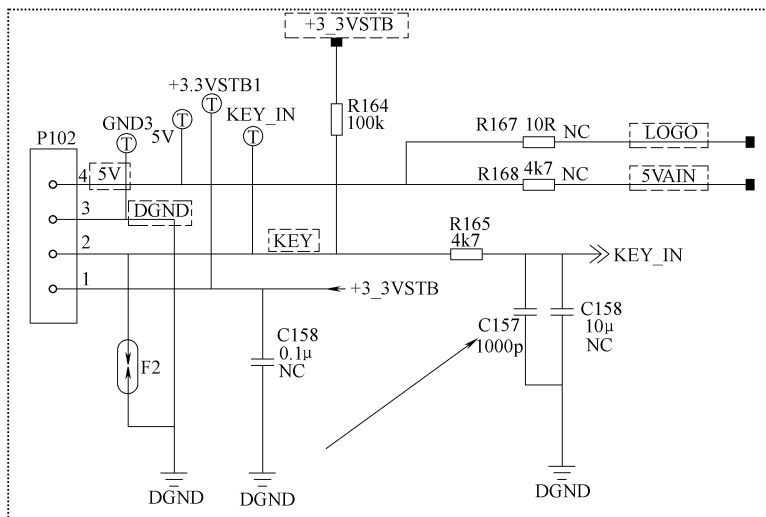

图 5-17 电容 C157 相关电路截图
- 4) 电容 C157 相关电路截图如图 5-17 所示。